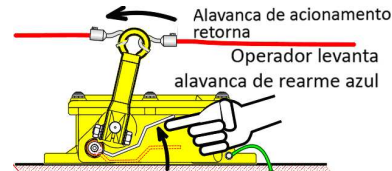

Fig. 10 - Cancelar emergência
5.3.5 O ajuste do esticamento deve ser feito em duas etapas (ver fig. 7). Trave a alavanca de acionamento à direita (Fig. 7 A) e ajuste o comprimento do cabo no gancho (fig. 6) ou na laçada de cabo (fig. 4) que fica preso na alavanca de acionamento da chave. Com a chave na posição acionada, deve-se esticar o cabo de aço até que o comprimento do corpo da mola fique em 150 mm (+/-10 mm). Se necessário, corte um pedaço do cabo de aço e insira-o novamente no gancho (ou cliques), apertando seu parafuso firmemente, procurando manter o esticamento da mola. Repita o processo com a alavanca travada à esquerda (Fig. 7 B) ajustando o outro lado do cabo de aço. Destrua a chave puxando para cima a alavanca de rearme (fig. 10). A alavanca de acionamento da chave deve voltar aproximadamente à vertical.
- Quando destrava-se a chave, puxando-se para cima a alavanca de rearme (fig. 10), a alavanca de acionamento retorna aproximadamente à posição vertical. O fato da alavanca de acionamento não retornar exatamente à posição vertical é normal e não interfere no funcionamento da chave de emergência.
- Uma vez eliminada a situação de emergência, o operador deve se dirigir à chave que comandou a parada de emergência e puxar a alavanca de rearme azul (fig. 10) para liberar a trava (para facilitar o rearme, alivie a força exercida pelo cabo deslocando levemente a alavanca de acionamento). De acordo com as normas de segurança, o rearme tem que ser feito manualmente, de forma deliberada, no local onde foi sinalizada a emergência.